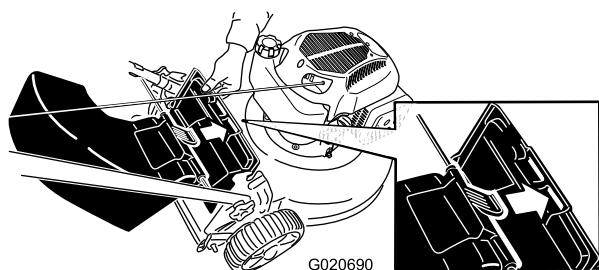

Figura 23
3. Inserite la linguetta del deflettore di scarico posteriore nella fessura destra del deflettore posteriore (Figura 23).